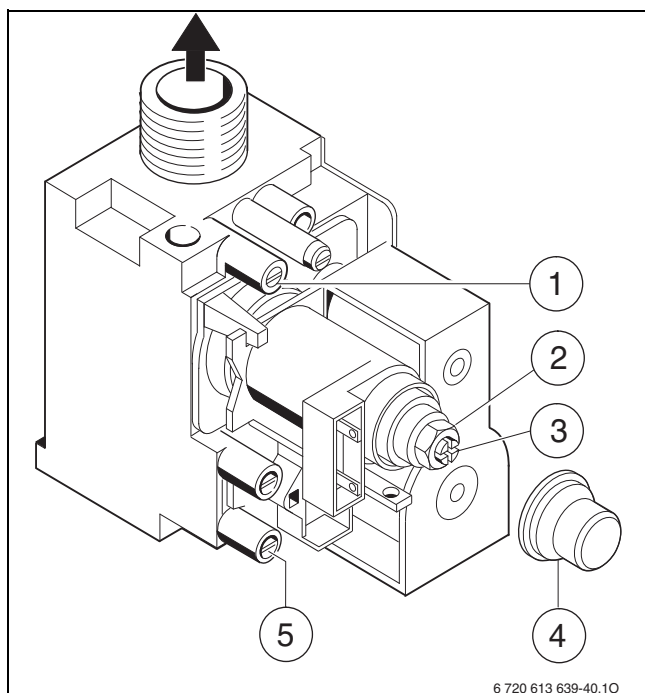

Fig. 35
- ▶ Desserrer la vis d'étanchéité sur la tubulure de mesure pour la pression à l'injecteur (1) et raccorder le manomètre à tube en U. (→ fig. 35).
- ▶ Retirer le cache (4).
- ▶ Relever la pression à l'injecteur «max» indiquée dans le tableau page 32. Régler la pression à l'injecteur par la vis de réglage de la quantité de gaz max. (2). Rotation vers la droite pour plus de gaz, rotation vers la gauche pour moins de gaz.